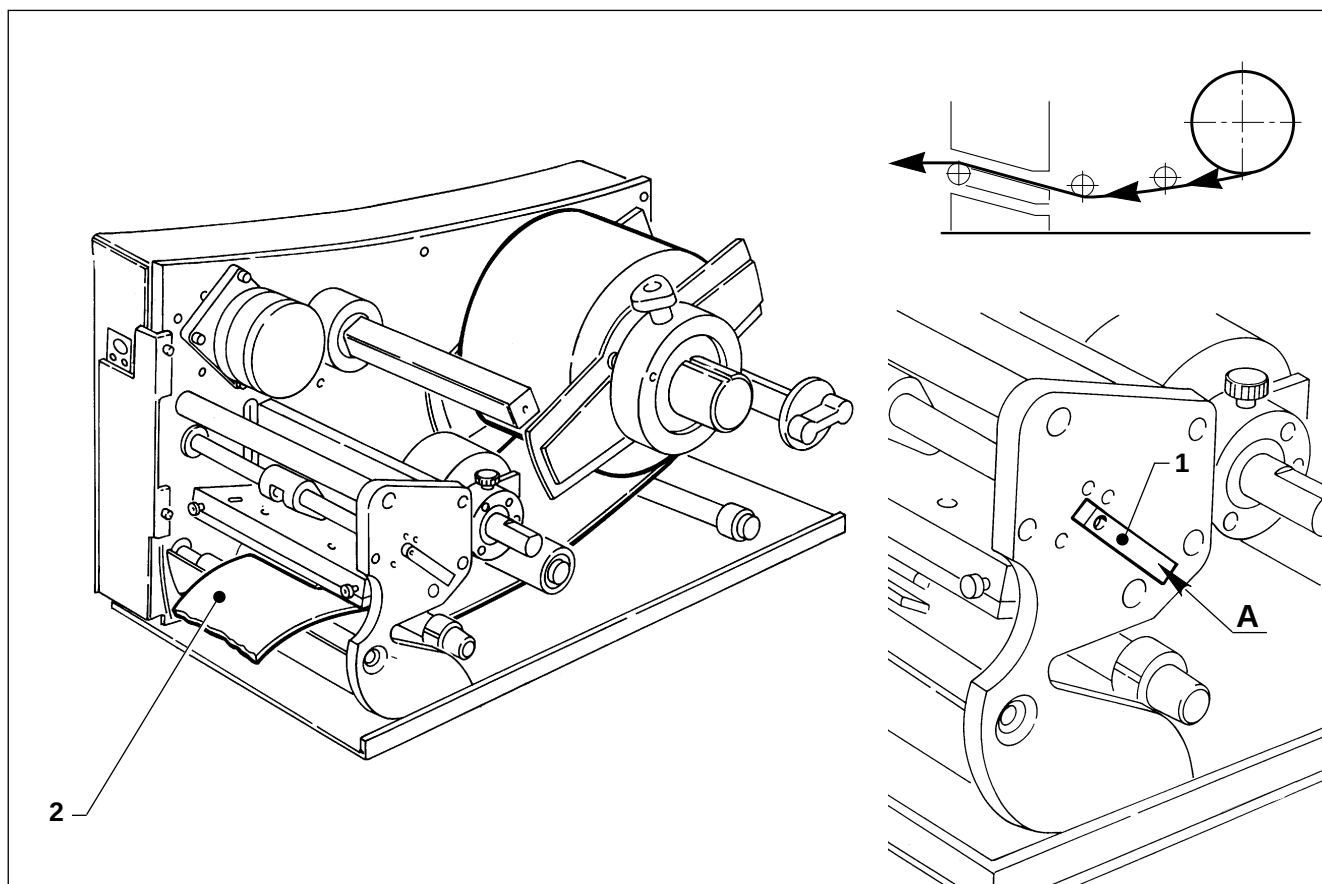

Fig. 2 GIRO CARTA PER ETICHETTE IN CADUTA LIBERA
2.1.a Uso della stampante per etichette in caduta libera (Fig. 2)
- Accertarsi che la leva (1) apertura testa sia in posizione "A" aperta.
- Infilare il nastro di supporto etichette come indicato in Fig. 2 , lasciando cadere all'esterno della stampante il lembo (2) libero.
2.1.a How to use the free hanging feed printer (Fig. 2)
- Make sure that the printing head opening lever (1) is in the open position ("A").
- Feed the label roll as shown in Fig. 2, letting the paper end hang outside the printer.